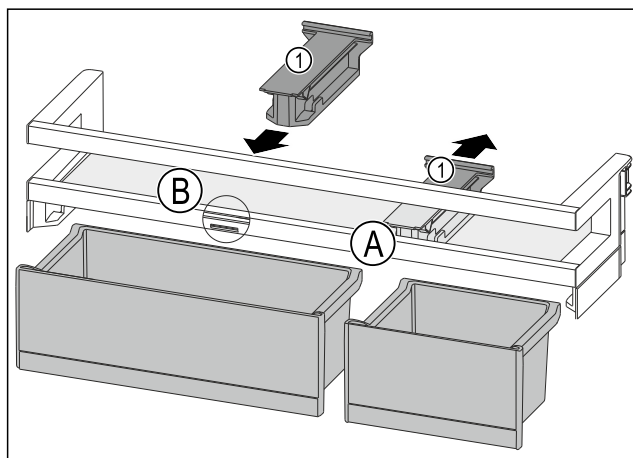

Fig. 195
- Desprindeți piesa de susținere Fig. 195 (1) din poziție Fig. 195 (A) spre spate.
- Introduceți piesa de susținere Fig. 195 (1) în poziție Fig. 195 (B).